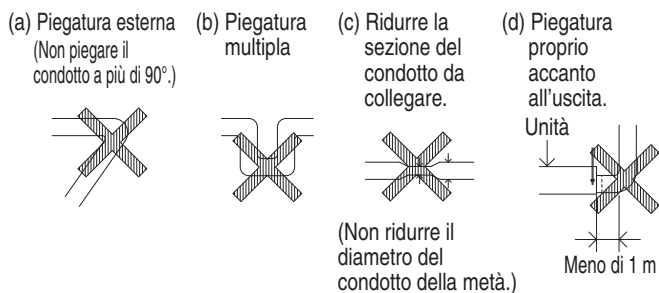

Fig. 15
- Non collegare i condotti come mostrato nella Fig. 15. Potrebbero verificarsi pressione statica anomala, flusso d'aria ridotto o rumore anomalo.